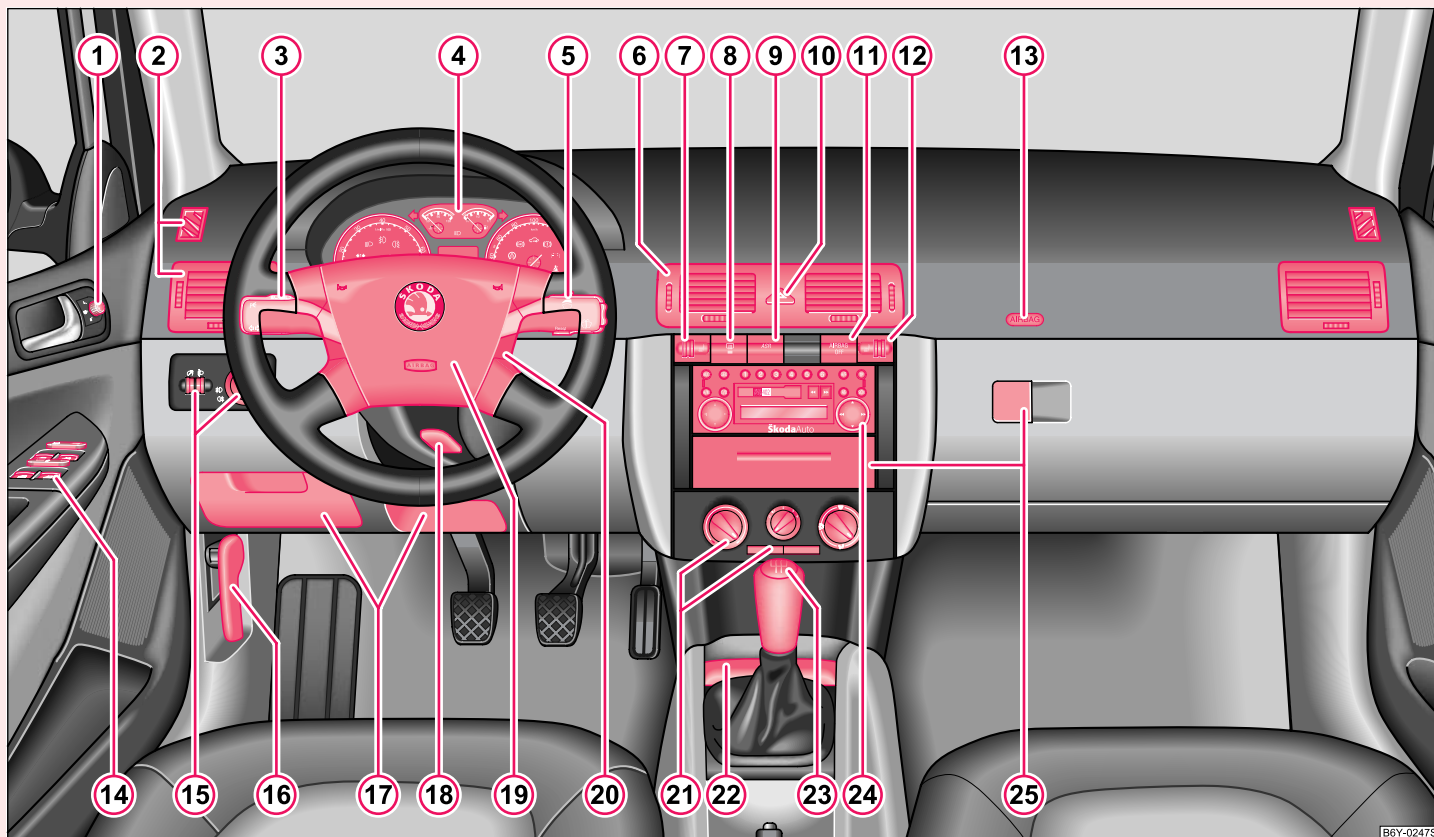

Fig. 2 Algunos de los equipamientos que aparecen en la figura se encuentran únicamente en determinadas versiones de un modelo o son equipamientos opcionales.
- En los vehículos con dirección a la derecha, la disposición de los elementos de mando diverge en parte de la ⇒ página 10, fig. 2 disposición mostrada. Sin embargo, los símbolos corresponden a cada uno de los elementos de mando. ■